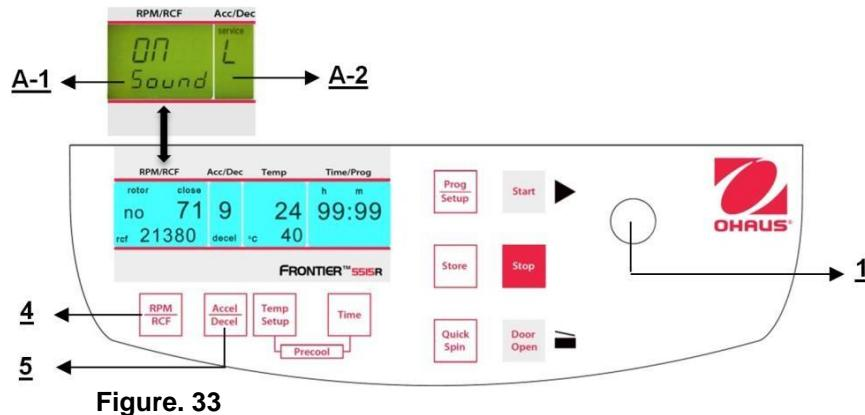

Figure. 33
Poursuivre conformément à la description du paragraphe 4.1.2 pour entrer dans ce mode de programme et appuyer ensuite sur la touche "Accel/Decel" (5). Sur l'affichage "Acc/Dec" (A-2), le mot "Service" clignote. Sélectionner maintenant la lettre "L" avec le bouton de réglage (1). Ceci entraîne l'apparition des mots "On Sound" sur l'affichage "RPM | RCF" (4). En appuyant maintenant sur la touche "RPM | RCF" (4), le mot "On" clignote et il devient possible de couper le son avec le bouton de réglage (1) (voir la figure 33).